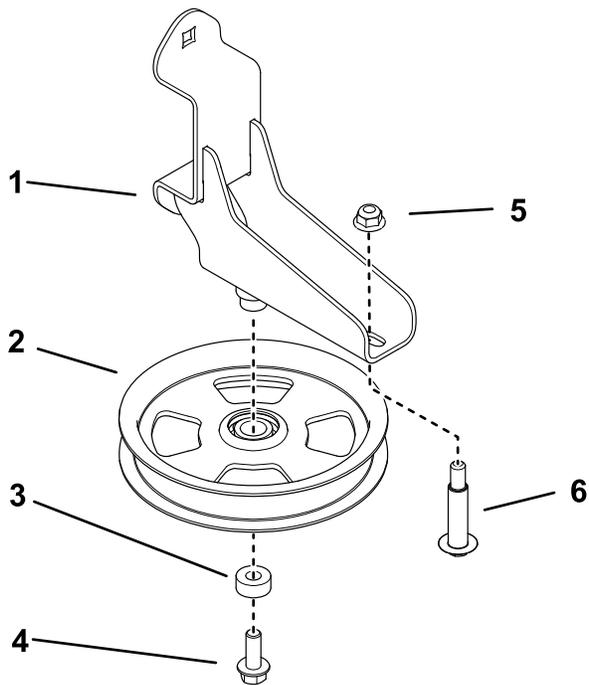

Figura 1
1. Sujete la polea tensora al soporte de montaje usando el perno de cabeza hexagonal con arandela prensada y el espaciador (Figura 1). Apriete el perno a 37–45 N·m (27–33 pies-libra).
2. Instale el perno de cuello largo en el soporte de montaje usando una tuerca (Figura 1). Apriete el perno a 37–45 N·m (27–33 pies-libra).